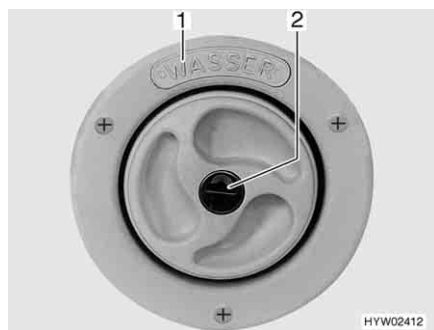

Fig. 175 Couvercle de fermeture pour bec de remplissage d'eau potable
Le bec de remplissage d'eau potable est désigné par l'inscription "WASSER" (eau) (Fig. 175,1). Le couvercle de fermeture est ouvert et verrouillé à l'aide de la clé pour les serrures extérieures.
- Insérer la clé dans le barillet (Fig. 175,2) et la tourner d'un quart de tour dans le sens inverse des aiguilles d'une montre.